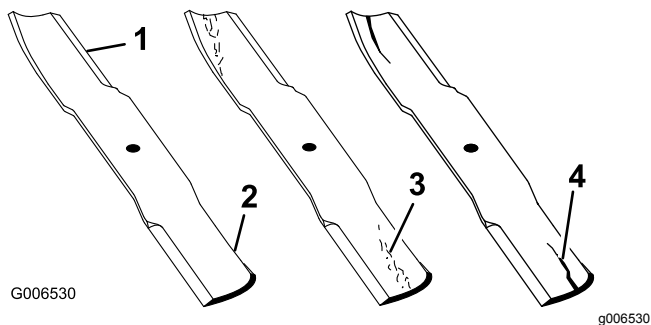

Figura 48
1. Inspeccione los filos de corte (Figura 48).
4. Si observa fisuras, desgaste o la formación de una ranura en esta zona, instale de inmediato una cuchilla nueva (Figura 48).